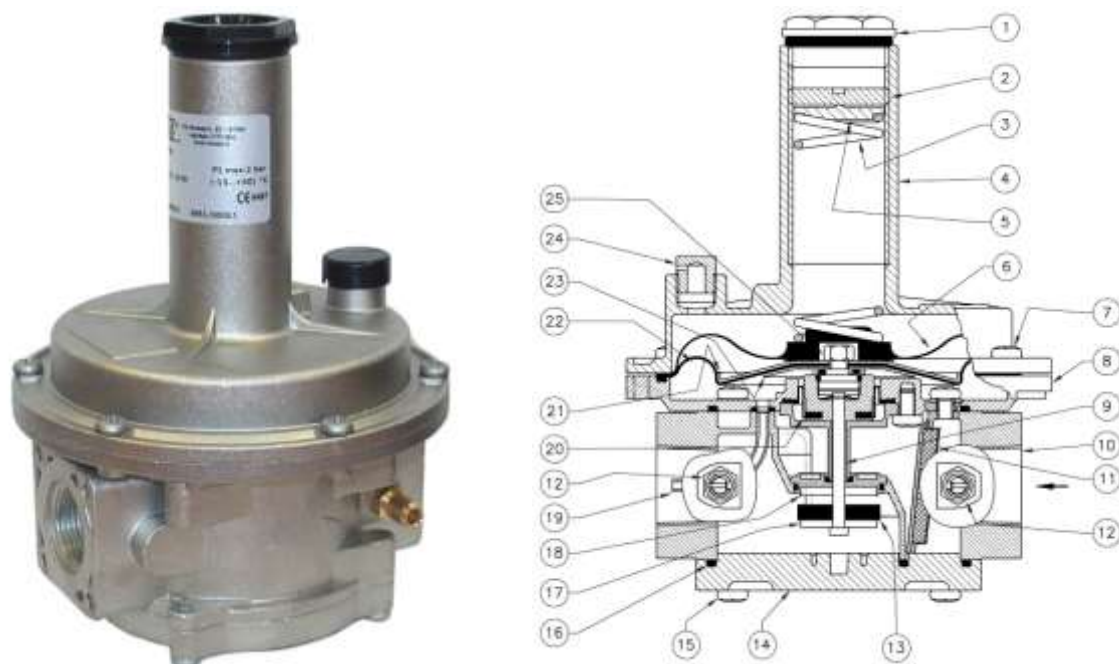

Рис. 1
Регулятор (рис. 1) состоит из: колпачок (1); винт настройки выходного давления (2); пружина настройки выходного давления (3); воронка (4); шайба (5); предохранительная мембрана (6); винты (7); корпус подмембранной части (8); центральный шток (9); корпус (10); фильтрующий элемент (11); штуцер для отбора давления (12); уплотнитель затвора (13); нижняя крышка (14); винты крепления нижней крышки (15); уплотнительное кольцо (16); затвор (17); седло (18); встроенный импульс (19); компенсационная мембрана (20); диск усиления мембраны (21); рабочая мембрана (22); нижний диск мембраны (23); пылезащитный колпачок (24); гайка штока (25).